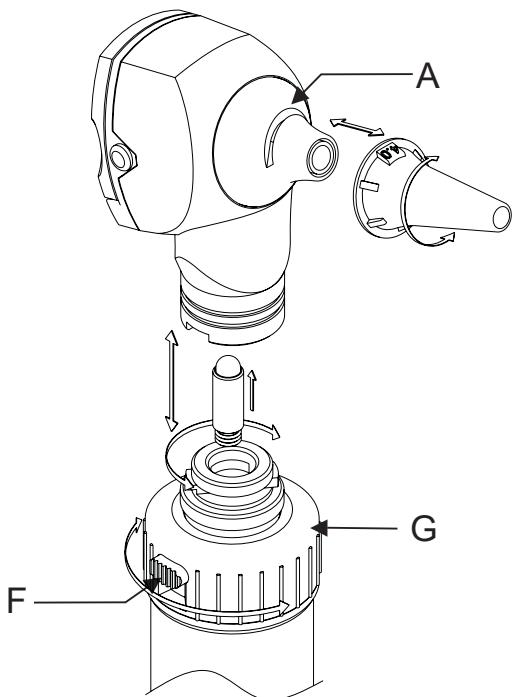

Fig.1
Es necesario sostener el mango de la pila y el cabezal con cada mano y acoplar las muescas de la bayoneta tanto en el cabezal como en el mango. Empuje el cabezal hacia abajo y gírelas en el sentido de las agujas del reloj (Fig. 1).
El otoscopio sólo puede introducirse en el canal auditivo cuando se haya acoplado una punta desechable (gris) o reutilizable (negra). Introduzca la punta en el dispositivo para que la proyección interna se encaje en la hendidura (A) (Fig. 1). Gire hacia la derecha para bloquear.